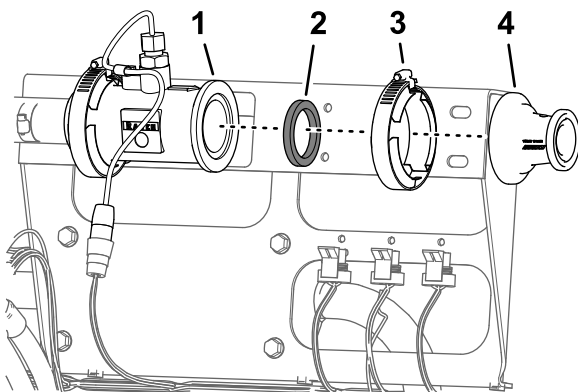

Figura 71
6. Retire la abrazadera de brida de 51 mm (2") y la junta de 38 mm (1½") que sujetan la brida del adaptador a la brida del caudalímetro (Figura 71).